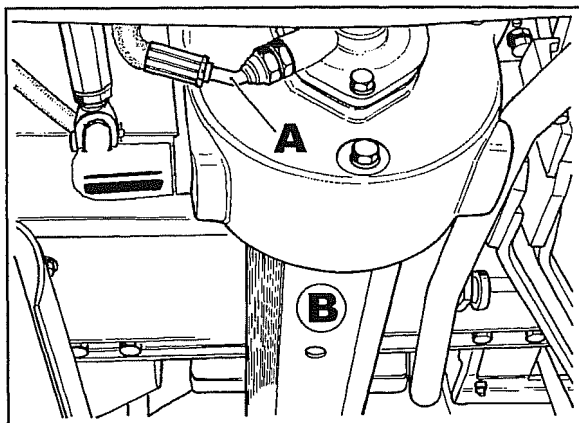
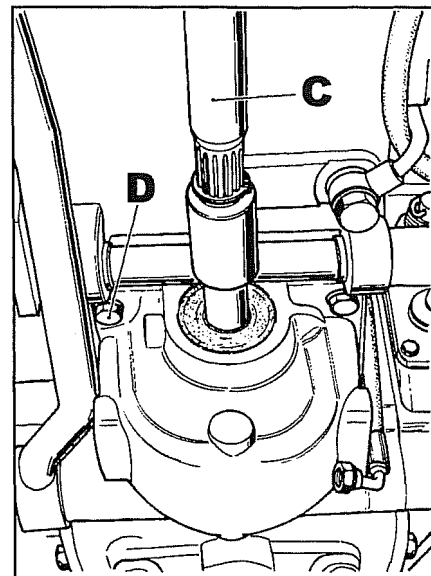

Fig. 1
Fig. 2
- 2 Scollegare il tubo di mandata olio **A** fig. 1, togliere la protezione **B** e scollegare l'albero di trasmissione **C** fig. 2.
- 4 Tramite le 4 viti **D** fig. 2 togliere la scatola doppia trazione.